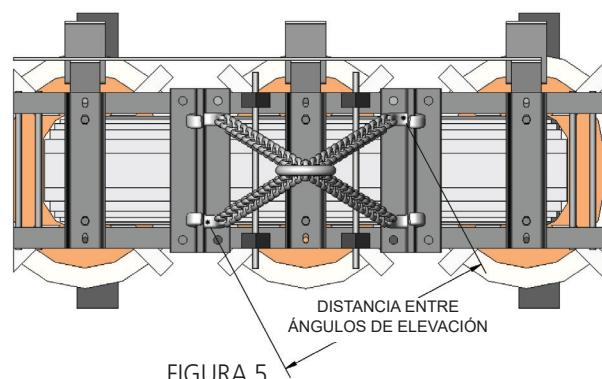
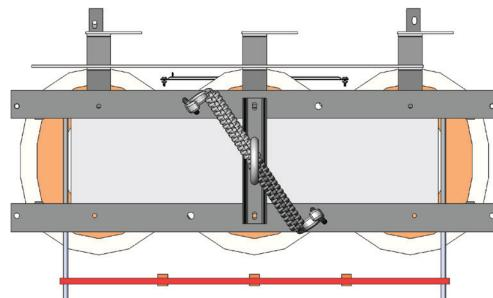

FIGURA 5
FIGURA 7
6. La dirección de tracción (de la línea de la eslinga) debe estar en línea con el plano de los cárncamos. Al elevar un transformador con una eslinga de 4 patas, alinee los cuatro cárncamos en el centro de la unidad (ver figura 5). Asegúrese de que las eslingas tengan capacidad suficiente para la elevación. Al elevar un transformador con una eslinga de 2 patas, asegúrese de que los cárncamos estén instalados en las esquinas opuestas al transformador y alinéelos en el centro del núcleo del transformador (ver figura 7).